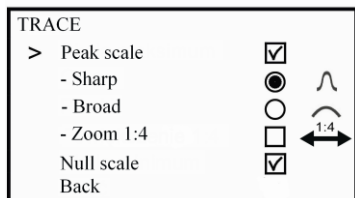

Fig. 12 Menú "Display" / "Trazado"
- "Trazado" (Fig. 12) - la selección del "máximo" para la señal, encendido/apagado de mostrar la escala de "máximo" y "mínimo";
- "SENSOR" (Fig. 12) - la selección de visualización del nivel de la señal en la entrada de toma "SENSOR" en unidades de dB o V, la escala 1:4 (ver la Fig. 12);
En el menú del receptor se activa/desactiva la opción de "ampliar la escala del máximo": Menú> Display> Trazado> Escala del máximo > Zoom 1:4 (Fig. 12).